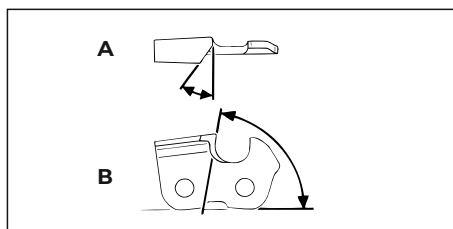

Рис. 73
11.7.3 Угол заточки и передний угол (рис. 73)